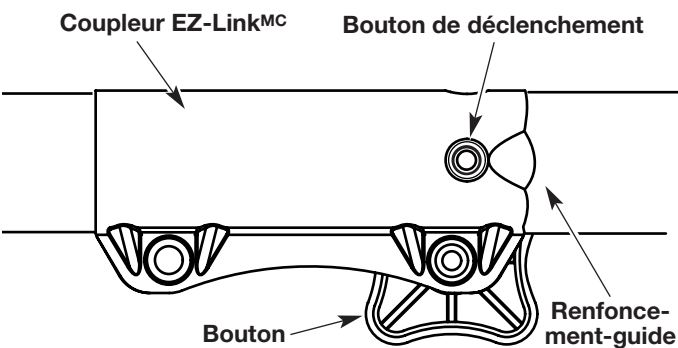

Fig. 23
2. Appuyez sur le bouton de déclenchement et maintenez-le enfoncé (Fig. 23).
**NOTE :** aligner le bouton de déclenchement avec le renforcement-guide facilitera l'installation (Fig. 23).